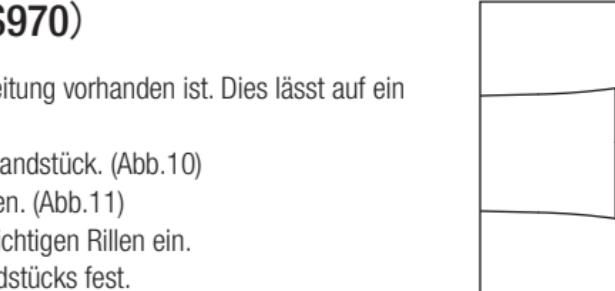

Abb. 10
- 1) Lösen und entfernen Sie den Reduzierring hinten am Handstück. (Abb.10)